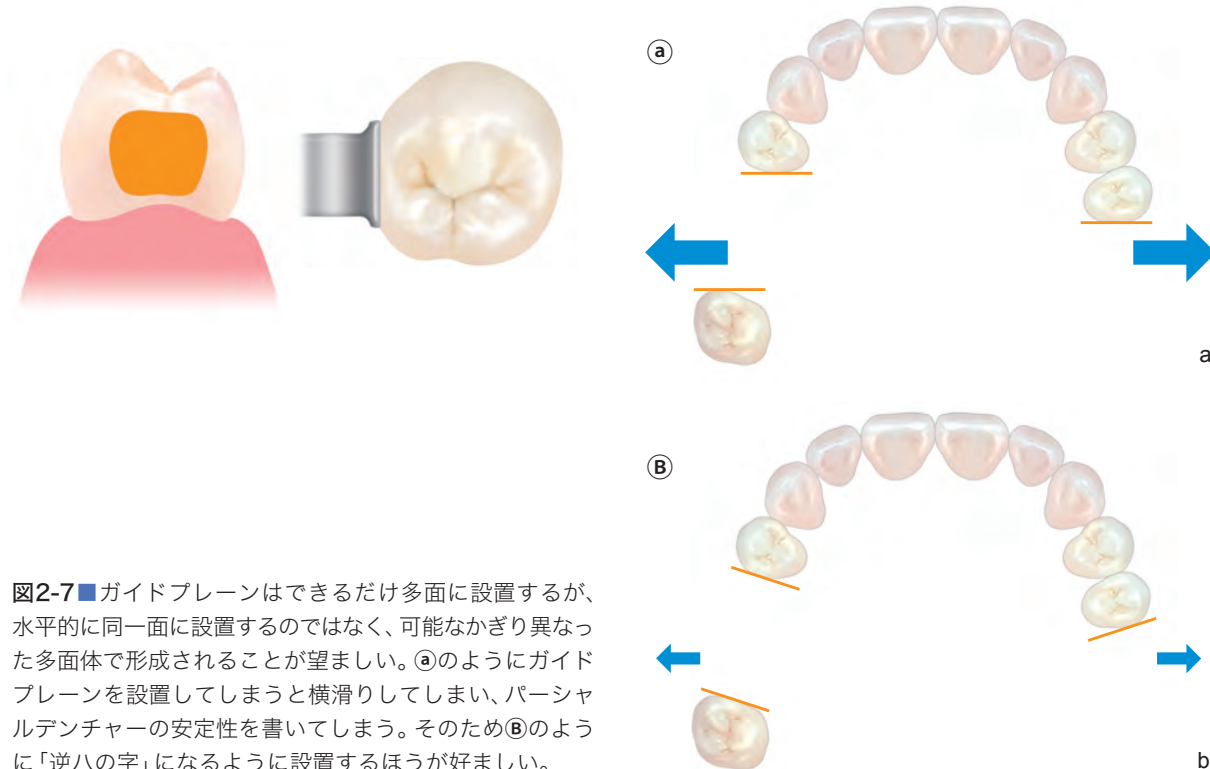

図2-7 ■ガイドプレーンはできるだけ多面に設置するが、水平的に同一面に設置するのではなく、可能な限り異なった多面体で形成されることが望ましい。①のようにガイドプレーンを設置してしまうと横滑りしてしまい、パーシャルデンチャーの安定性を書いてしまう。そのため②のように「逆ハの字」になるように設置するほうが好ましい。
- ②ガイドプレーンは着脱方向と平行にし、原則として歯槽頂線と直行するように、可及的に広い面とする（図2-7）。